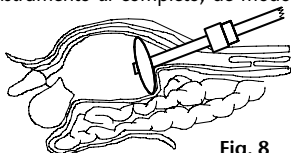

Fig. 8
5. A continuación, retraiga ligeramente el instrumento al completo, de modo que el balón descansa fijamente en el interior alrededor del orificio de acceso. En esta posición, desbloquee el fijador con ayuda de la palanca de bloqueo, empújelo de forma distal hasta la piel y vuelva a bloquearlo con ayuda de la palanca de bloqueo en la posición final (fig. 8).